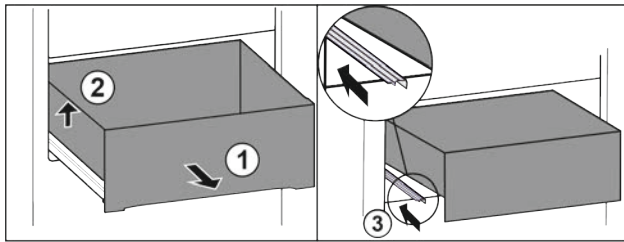

Fig. 13*
- ▶ Вытяните выдвижной ящик полностью Fig. 13 (1).*
- ▶ Приподнимите выдвижной ящик слева Fig. 13 (2).*
- ▶ Вставьте левую направляющую Fig. 13 (3).*